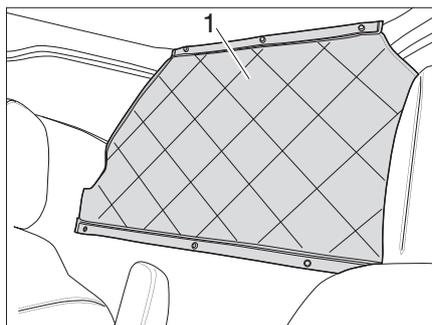

Fig. 14 Srotolamento della copertura di passaggio
- Srotolare la copertura di passaggio (Fig. 14,1).
- Chiudere la copertura di passaggio (Fig. 14,1) con i bottoni automatici.